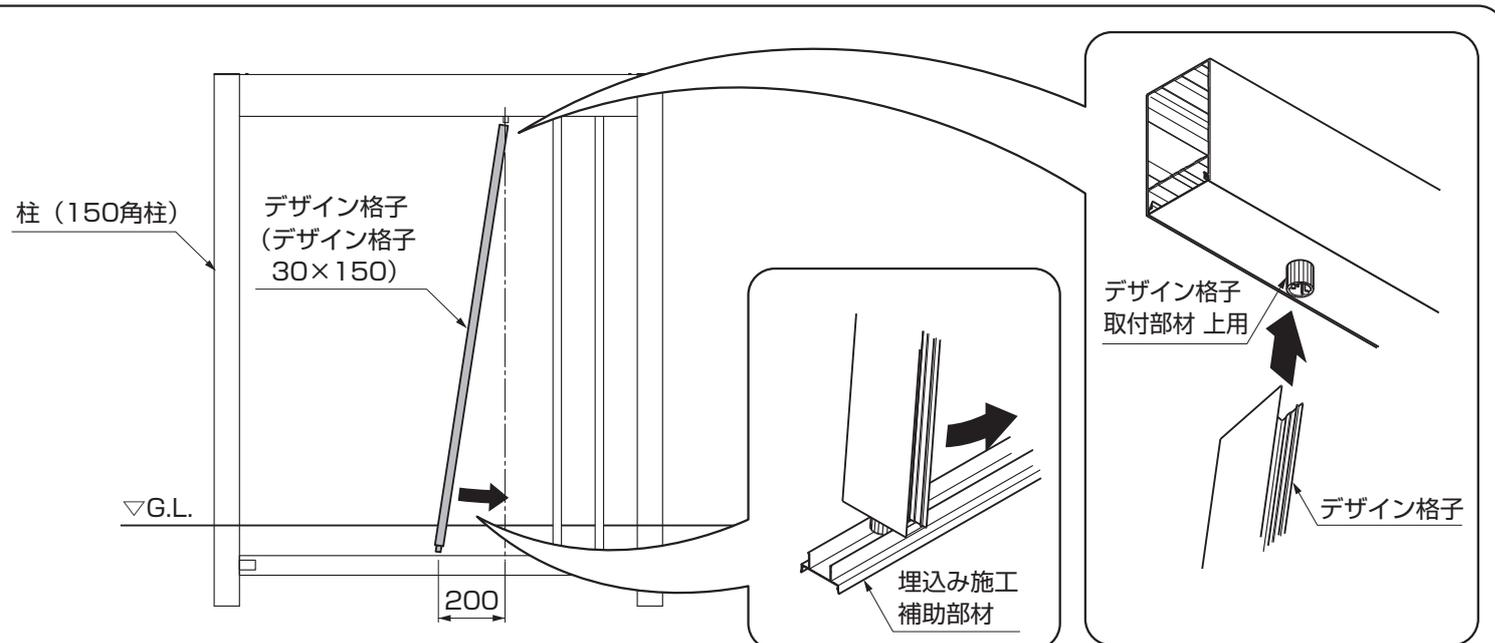

図9-9
- ②デザイン格子取付け部材 上用の取付け後、図9-9を参考にデザイン格子をデザイン格子取付け部材 上用、埋込み施工補助部材に入るよう斜めにして取付けてください。この際に作業幅が200mm程度必要となります。